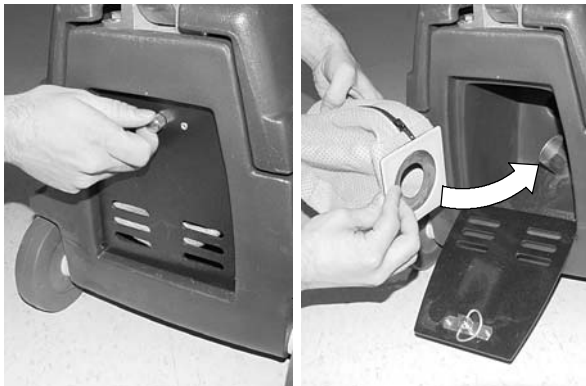

FIG. 3
- Ouvrez le compartiment du sac à poussière situé à l'arrière de la machine, en tournant le bouton dans le sens contraire des aiguilles d'une montre (Figure 3).
- Faites coulisser le collier du sac à poussière au-dessus du tuyau d'aspiration, comme illustré. Avant d'utiliser la machine, assurez-vous toujours qu'un sac à poussière vide est installé (Figure 3).